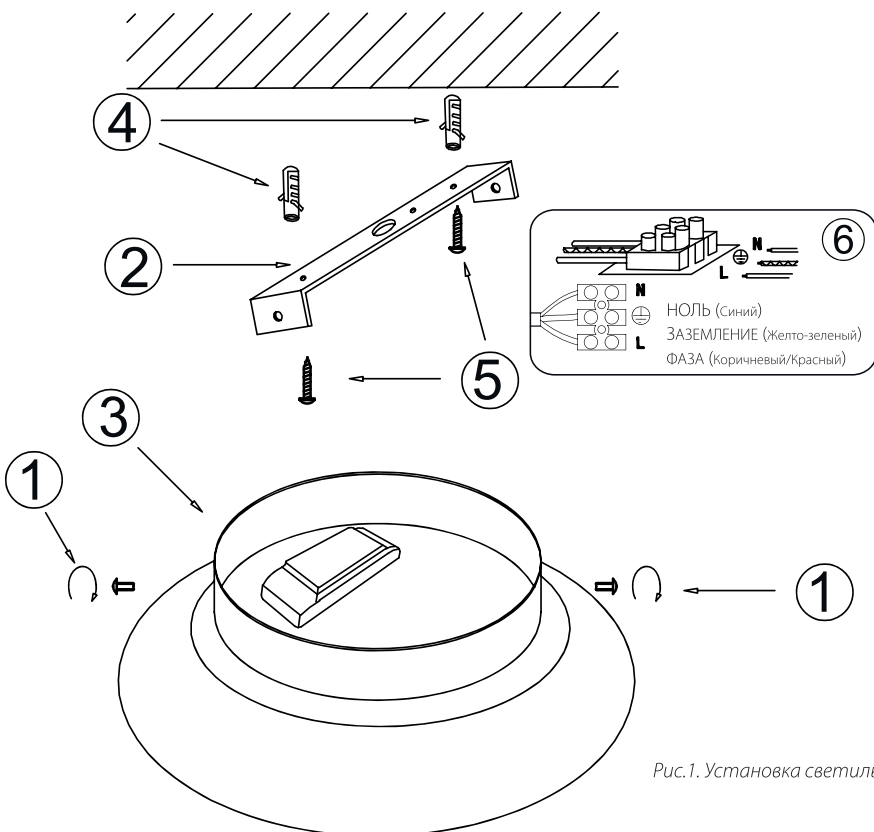

Рис.1. Установка светильника ALT-TOR
- 3.2.1. Выкрутите винты ① (см. Рис.1) и отделите монтажную скобу ② от светильника ③.